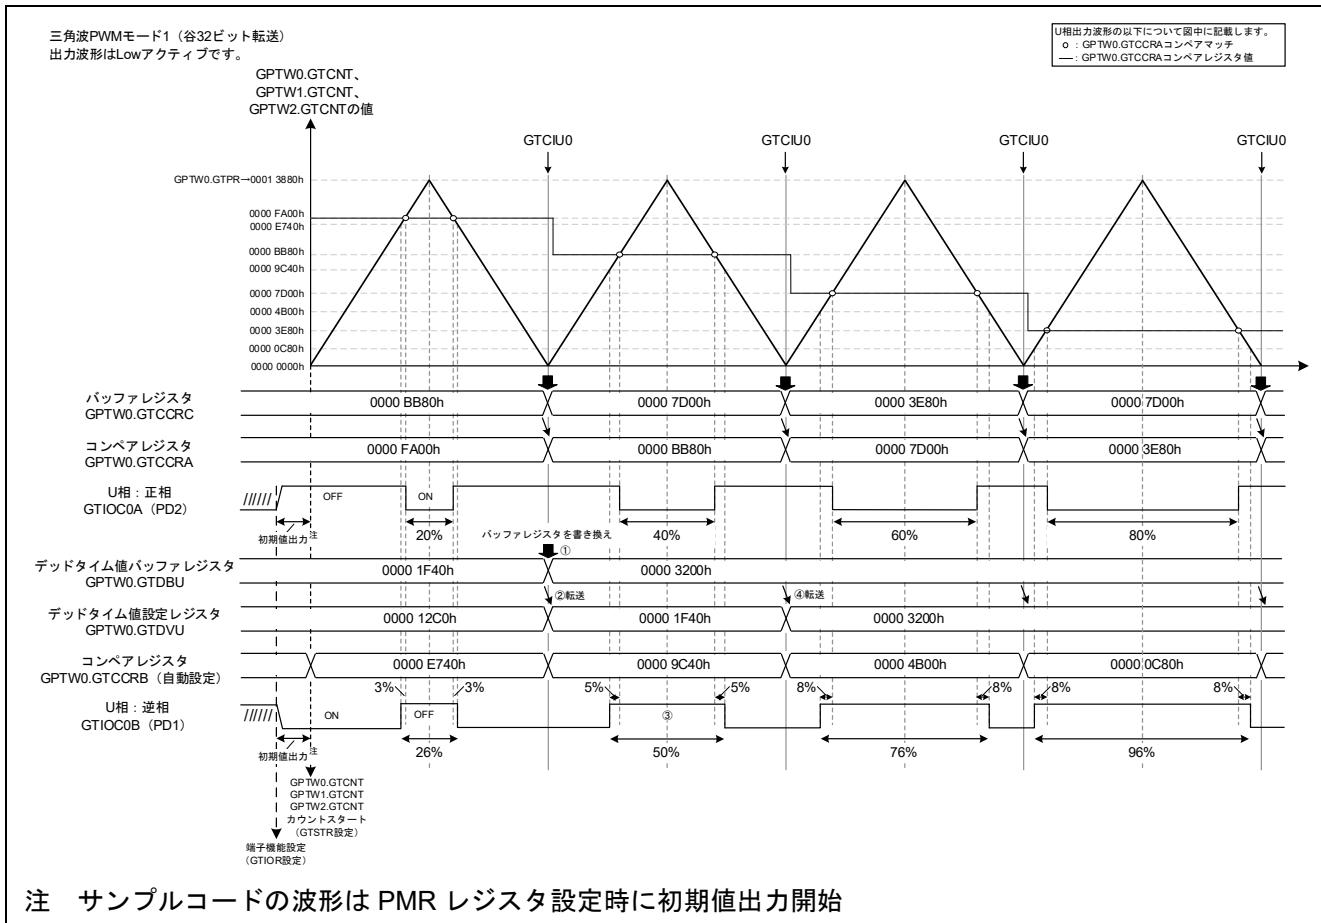

図 4-51 デッドタイム自動設定機能のバッファ動作
デッドタイム値のバッファレジスタを使用したデッドタイム自動設定機能の動作例を図 4-51 に示します。
GTCNT カウンタのアンダフロー割り込み (GTCIU0) で GTDBU の値を書き換えます (図 4-51 ①)。 GTDBU の値は GTCNT カウンタのアンダフロー発生時 (谷) に、デッドタイム設定レジスタ GTDVU へ転送 (図 4-51 ②) され、更新後のデッドタイム期間を確保した波形が出力されます (図 4-51 ③)。
3 周期目は 1 周期目の終わりに書き換えた GTDBU の値が GTDVU へ転送 (図 4-51 ④) されます。